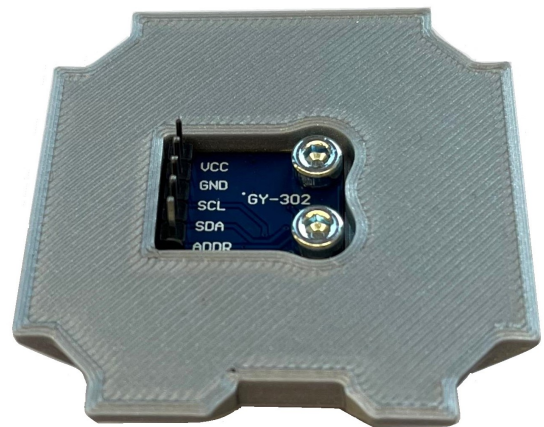

Abb. 9: Befestigter Sensor
- (8) Befestigen Sie den Sensor mit zwei INBUS-ZYLINDERKOPFSCHRAUBEN, M3X12 (Abbildung 9).